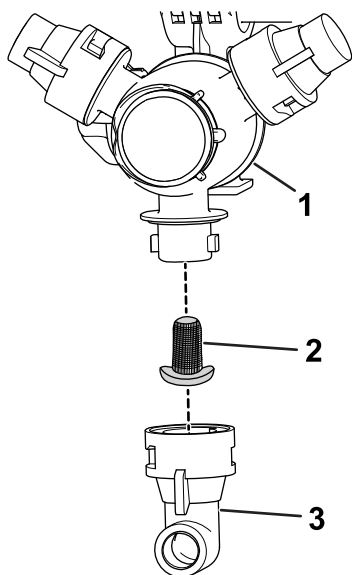

Рисунок 98
- Снимите сопло с поворотной распылительной головки (Рисунок 98).
- Снимите фильтр сопла (Рисунок 98).
- Установите фильтр сопла (Рисунок 98).
- Установите сопло на поворотную распылительную головку (Рисунок 98).